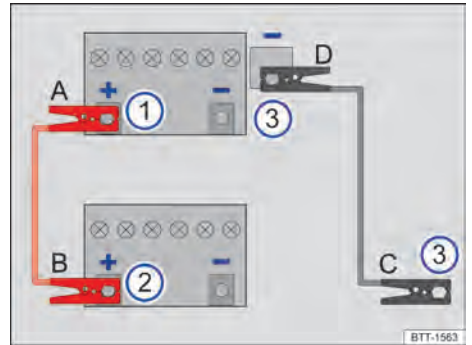
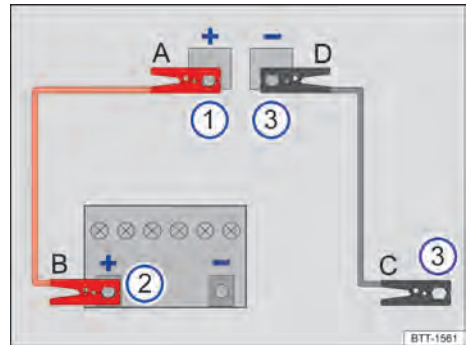

Fig. 227 Esquema para a conexão dos cabos auxiliares de partida (bateria do veículo 12 V no compartimento do motor).
Fig. 228 Esquema para a conexão dos cabos auxiliares de partida (bateria do veículo 12 V no compartimento de bagagem).
Conectar o cabo auxiliar de partida somente na sequência **A – B – C – D** → Fig. 227.
- Conectar uma extremidade do cabo auxiliar de partida *vermelho A* no polo positivo + da bateria do veículo com a bateria do veículo 12 V descarregada → Fig. 227 ① → ⚠.
- Conectar a outra extremidade do cabo auxiliar de partida *vermelho B* ao polo positivo (+) do veículo fornecedor de corrente elétrica → Fig. 227 ②.
- Conectar uma extremidade do cabo auxiliar de partida *preto C*, de preferência, em um ponto de auxílio da partida (ponto de aterramento), ou então, em uma peça metálica maciça firmemente aparafusada com o bloco do motor ou no próprio bloco do motor que gera corrente → Fig. 227 ③.
- Conectar a outra extremidade do cabo auxiliar de partida *preto D* do veículo híbrido com a bateria 12 V do veículo descarregada, de preferência, em um ponto de auxílio da partida (ponto de aterramento), ou então, em uma peça metálica maciça de metal aparafusada firmemente com o bloco do motor ou no próprio bloco do motor → Fig. 227 ③ → ⚠.
Conectar o cabo auxiliar de partida somente na sequência **A – B – C – D** → Fig. 228.
- Conectar uma extremidade do cabo auxiliar de partida *vermelho A* no ponto de auxílio da partida (polo positivo) (+) do veículo com a bateria de 12 V do veículo descarregada → Fig. 228 ① → ⚠.
- Conectar a outra extremidade do cabo auxiliar de partida *vermelho B* ao polo positivo (+) do veículo fornecedor de corrente elétrica → Fig. 228 ②.
- Conectar uma extremidade do cabo auxiliar de partida *preto C* no veículo com a bateria 12 V do veículo que abastece corrente elétrica, de preferência, em um ponto de auxílio da partida (ponto de aterramento), ou então, em uma peça metálica maciça firmemente aparafusada com o bloco do motor ou no próprio bloco do motor → Fig. 228 ③.
- Conectar a outra extremidade do cabo auxiliar de partida *preto D* do veículo híbrido com a bateria 12 V do veículo descarregada, de preferência, em um ponto de auxílio da partida do ponto de aterramento (-), ou então, em uma peça metálica maciça de metal aparafusada firmemente com o bloco do motor ou no próprio bloco do motor → Fig. 228 ③ → ⚠.
- Desconectar o cabo auxiliar de partida com o motor em funcionamento somente na sequência **D – C – B – A** → Fig. 227 ou → Fig. 228.